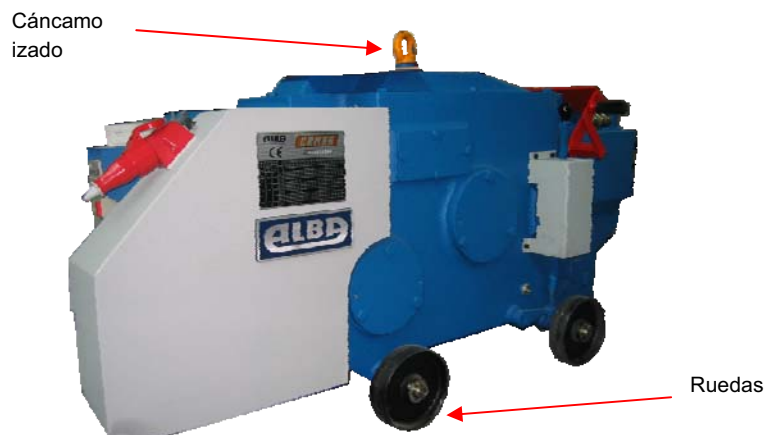

Fig. 1-4 Traslado CRM mediante eslinga
- Las CRM tienen un cáncamo de izado para cuando sea necesario suspenderla con grúa o similar. (Ver Fig. 1-4).